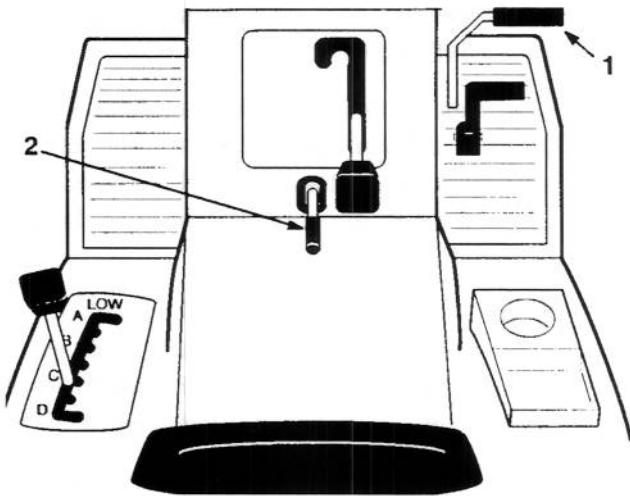

Bild 2
1. Das Kupplungs-/Bremspedal (Bild 2) durchdrücken und nach unten halten.
2. Den Feststellbremsschubel anheben (Bild 2) und den Fuß langsam vom Kupplungs-/Bremspedal nehmen. Das Kupplungs-/Bremspedal sollte in der durchgedrückten Position (gesperrt) bleiben.
1. Das Kupplungs-/Bremspedal durchdrücken (Bild 2). Der Feststellbremsschubel sollte sich jetzt lösen.